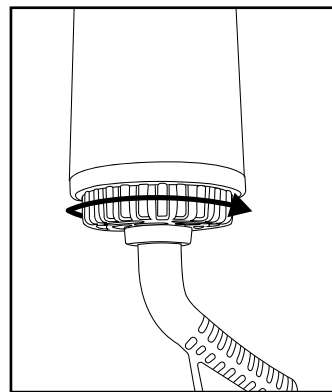
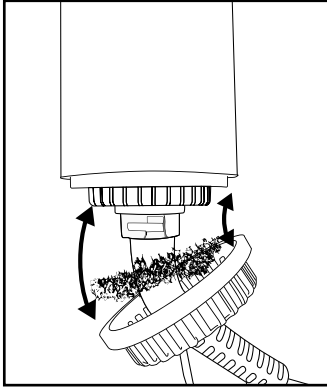

Fig. 3
Fig. 4
- Elimine el pelo de los accesorios ❸-❶ con los dedos. Sumerja los accesorios ❸-❶ en agua templada para la limpieza. Puede utilizar un producto de limpieza suave; tras esto, enjuáguelo con agua abundante. Deje que los accesorios ❸-❶ se sequen completamente antes de volver a montarlos en el aparato.
- Compruebe que la rejilla de aspiración de aire ❹ no tenga ningún pelo ni pelusa. Límpiela con un cepillo seco.
- Limpie con regularidad el filtro situado detrás de la rejilla de aspiración de aire ❹, pero, como muy tarde, cuando se aprecien restos de suciedad. Para ello, gire al máximo la rejilla de aspiración de aire ❹ y después tire de ella hacia abajo para extraerla (consulte las figs. 3 y 4) (en caso necesario, gírela al mismo tiempo ligeramente de un lado para otro). Retire las pelusas y restos de suciedad del filtro con los dedos y, en caso necesario, con un cepillo suave. Vuelva a introducir el filtro en la cesta de la rejilla de aspiración de aire ❹ ejerciendo presión para poder montar de nuevo la rejilla de aspiración de aire ❹ a continuación. Coloque la rejilla de aspiración de aire ❹ en el alojamiento del aparato y gírela para fijarla. Para ello, observe las dos pequeñas ranuras del casquillo del cable de red ❻ (consulte la fig. 4) en las que deben introducirse las contrapiezas correspondientes de la parte interior de la abertura de la rejilla de aspiración de aire ❹.